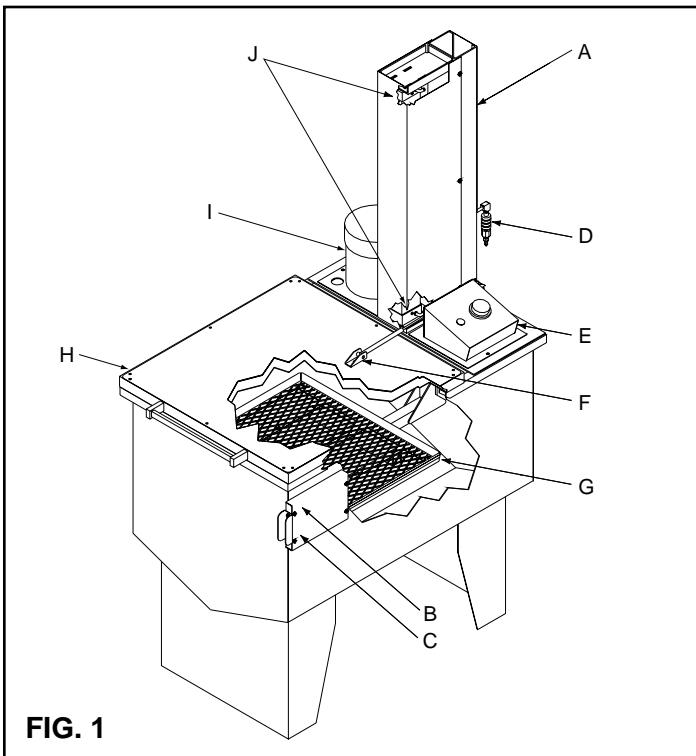

FIG. 1
To prevent injury, keep hands and body clear of the lid (H), lift platform (G) and lift mechanism at all times (see Fig. 1, page 8).
It should be standard safety procedure to always open lid before connecting air supply or raising platform to prevent sudden opening when platform is raised. Never operate unit without safety shroud (A) (see Fig. 1, page 8) fully in place. See Safety Procedure for CONNECTING AIR SUPPLY in the following section.
Pour éviter les blessures, garder les mains et le corps loin du couvercle (H), de la plate-forme de levage (G) et du mécanisme de levage en tout temps (voir Fig. 1, page 8).
La procédure de sécurité standard devrait donc impliquer en toutes circonstances l'ouverture du couvercle avant le raccordement de l'approvisionnement en air ou avant de relever la plate-forme pour éviter l'ouverture brutale lorsque la plate-forme est soulevée. Ne jamais raccorder l'appareil sans un protecteur de sécurité (A) (voir Fig. 1, page 8) entièrement en place. Voir la procédure de sécurité pour RACCORDEMENT DE L'APPROVISIONNEMENT EN AIR au chapitre suivant.
Halten Sie zur Vermeidung von Körerverletzungen die Hände und andere Körperteile immer vom Deckel (H), von der Hebebühne (G) und vom Hebemechanismus fern (siehe Fig. 1, seite 8).
Vor dem Anschluß der Druckluftversorgung oder dem Heben der Bühne sollte der Deckel im Interesse der Sicherheit routinemäßig geöffnet werden, damit er sich beim Heben der Bühne nicht plötzlich öffnen kann. Betreiben Sie die Einheit niemals ohne Schutzbdeckung (A) (siehe Fig. 1, seite 8) - siehe Sicherheitshinweise für ANSCHLIESSEN DER DRUCKLUFTVERSORGUNG im folgenden Teil.
Para evitar lesiones, mantenga en todo momento las manos y el cuerpo alejados de la tapa (H), plataforma levadiza (G) y mecanismo de levantamiento (vea la Fig. 1, página 10).
(voir Fig. 1, página 8) en su lugar. Vea el procedimiento de seguridad para CONEXIÓN DEL SUMINISTRO DE AIRE en la siguiente sección.
While connecting the air supply (D) to the quick disconnect fitting (N) on the rear of the lift column, make sure that the sleeve valve (M) is pulled toward the quick disconnect fitting, thus disconnecting air from the lift mechanism. This will prevent sudden movement of the lift platform (G) and possible sudden opening of the lid (H) while the air is being connected (see Figs. 1 and 2).
En raccordant l'alimentation en air (D) au raccord rapide (N) à l'arrière de la colonne de levage, s'assurer que la soupape à manchon (M) est tirée vers le raccord rapide, ce qui aura pour effet de débrancher l'air du mécanisme de levage. Ceci évitera le mouvement brutal de la plate-forme de levage (G) et l'ouverture brutale possible du couvercle (H) pendant que l'air est raccordé (voir Figs. 1 et 2).
Beim Anschließen der Druckluftversorgung (D) an die Schnellkupplung (N) auf der Rückseite der Hebesäule sicherstellen, daß der Rohrschieber (M) in Richtung der Schnellkupplung gezogen wird; dadurch wird die Luftversorgung des Hebemechanismus ausgeschaltet und somit die plötzliche Bewegung der Hebebühne (G) und ggf. das plötzliche Öffnen des Deckels (H) beim Anschließen der Druckluftversorgung vermieden (siehe Figs. 1 und 2).
Cuando conecte el suministro de aire (D) a la conexión de desconexión rápida en la parte trasera de la columna de levantamiento, asegúrese de que el manguito de la válvula se jala hacia el acople de desconexión rápida, desconectando así el aire del mecanismo de levantamiento. Esto impedirá el movimiento repentino de la plataforma levadiza (G) y la posible apertura súbita de la tapa (J) cuando se conecta el aire (ver Figs. 1 y 2).
2. If this unit is equipped with a heater module, connect module to the power supply. Turn the temperature control knob on the optional heater control panel (E) slowly clockwise to desired setting. A click will be heard and the signal light should come on indicating that the heating element is active. After a few minutes the fluid should begin to heat up. Complete heat-up times vary with fluid amount and operating temperature required (see Fig. 1, page 14).
2. Si l'appareil est équipé d'un module de chafferette, raccorder le module au bloc d'alimentation. Tourner le bouton de commande de température sur le panneau de commande de chafferette facultatif (E) lentement dans le sens horaire jusqu'à la position désirée. Un déclic se fera entendre et le témoin lumineux de signal devrait s'allumer indiquant que l'élément de chauffage est actif. Au bout de quelques minutes, le liquide devrait commencer à se chauffer. Les temps de réchauffage complets varient selon la quantité de liquide et la température de fonctionnement requises (voir Fig. 1, page 14).
2. Bei Einheiten mit Heizmodul dieses an die Stromversorgung anschließen. Temperaturregelknopf an der wahlweisen Heizungstafel (E) langsam nach rechts auf die gewünschte Einstellung drehen. Ein Klicken ist zu hören, und die Anzeigelampe sollte aufleuchten, um anzudeuten, dass das Heizelement eingeschaltet ist. Nach einigen Minuten beginnt die Flüssigkeit warm zu werden. Die Gesamtaufwärmzeit hängt von der Flüssigkeitsmenge und von der gewünschten Betriebstemperatur ab (siehe Fig. 1, Seite 14).
2. Si esta unidad está equipada con un módulo calefactor, conectelo a la fuente de alimentación. Gire la perilla de control de la temperatura en el panel de control opcional del calefactor (E) lentamente hacia la derecha, hasta el ajuste deseado. Se oirá un clic y se encenderá la luz de la señal. La luz se deberá encender, indicando que el elemento calefactor está activo. Después de unos cuantos minutos, el fluido comenzará a calentarse. Los tiempos de calentamiento completos varían con la cantidad de fluido y la temperatura de operación que se requiera (vea la Fig. 1, página 14).
2. Connect the Turbo pump to the proper grounded voltage source. Check voltage of pump motor (I). This information can be found on the metal plate affixed to the motor housing. Be sure it is the same cycle (hertz), phase and voltage as your electric power source before connecting the Turbo pump to the voltage source (see Fig. 1, page 14).
1. Turn temperature control knob on the optional heater control panel (E) to desired operating temperature. The signal light will remain lit until liquid reaches set temperature (see Fig. 1, page 14).
2. Brancher la pompe turbo sur une prise de tension voulue avec terre. Vérifier la tension du moteur de la pompe (I). Ce renseignement peut être trouvé sur la plaque de métal fixée au carter du moteur. S'assurer que le système est bien du même cycle (hertz), du même nombre de phases et de la même tension que votre source de courant électrique avant de raccorder la pompe Turbo à la source de tension (voir Fig. 1, page 14).
1. Tourner le bouton de commande de température sur le panneau de commande de chaufferette facultative (E) à la température de fonctionnement désirée. Le témoin lumineux de signal doit rester allumé jusqu'à ce que le liquide atteigne la température réglée (voir Fig. 1, page 14).